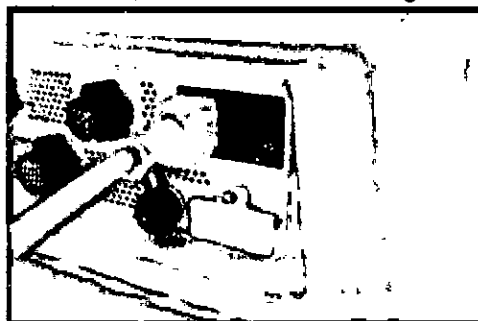

Figura 3-2. Conexión del cable de alimentación al sistema
1. Insertar el extremo proximal del cable de alimentación dentro del puerto de alimentación del sistema, en el panel de servicio, como se indica en la Figura 3-2.